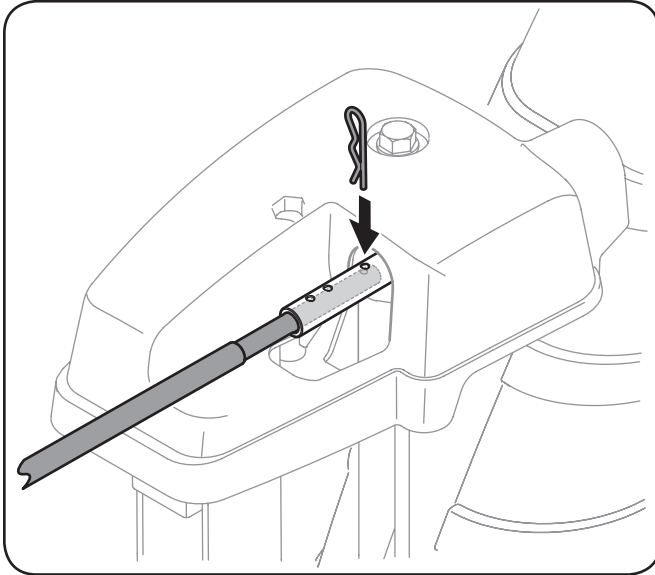

Figura 4-2
2. Pulse en la barra de control del canal hasta que el agujero en el que se alinee con el tercer hoyo en el conjunto de la rotación de canal. Ver la Figura 4-2.
3. Vuelva a insertar el pasador a través de este agujero y la barra de control del canal, como se muestra en la Figura 4-2.